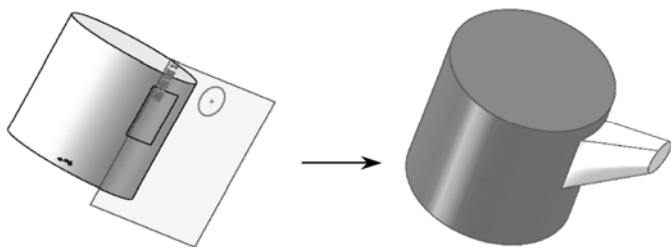

图 5-76 分割线放样效果
如图 5-76 所示说明了分割线放样效果。
(1) 单击“特征”工具栏中的（放样凸台/基体）按钮，或选择菜单栏中的“插入”→“凸台”→“放样”命令。如果要生成切除特征，则选择菜单栏中的“插入”→“切除”→“放样”命令，弹出“放样”属性管理器。
(2) 单击每个轮廓上相应的点，按顺序选择空间轮廓和其他轮廓的面，此时被选择轮廓显示在“轮廓”选项组中。此时，分割线也是一个轮廓。
(3) 单击（上移）按钮或（下移）按钮，改变轮廓的顺序，此项只针对两个以上轮廓的放样特征。
(4) 如果要在放样的开始和结束处控制相切，则设置“起始/结束约束”选项组。
(5) 如果要生成薄壁特征，则勾选“薄壁特征”复选框，并设置薄壁特征。
(6) 放样属性设置完毕，单击（确定）按钮，完成放样，效果如图 5-76 图所示。